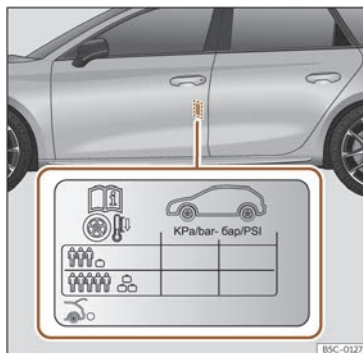

Fig. 227 Ubicació de l'adhesiu de la pressió d'inflament dels pneumàtics.
- Adapteu la pressió dels pneumàtics a la càrrega que porta el vehicle >>> **fig. 227.**
Els valors de la pressió d'inflament s'indiquen a l'etiqueta adhesiva situada a la zona posterior del marc de la porta davantera esquerra >>> **fig. 227.**
La pressió dels pneumàtics s'ha d'adaptar a la càrrega actual del vehicle. Si el vehicle anirà carregat al màxim, heu d'augmentar la pressió d'inflament al valor màxim de càrrega indicat a l'etiqueta adhesiva >>> **fig. 227.**
En el cas d'una roda d'emergència minimitzada (125/70 R16 o 125/70 R18), infleu-la a 4,2 bar de pressió segons s'indica a l'etiqueta de pressió dels pneumàtics >>> **fig. 227.**
- El conductor és responsable que tots els pneumàtics del vehicle estiguin inflats a la pressió correcta. La pressió d'inflament recomanada s'indica en un adhesiu >>> **fig. 227.**
- Amb els pneumàtics en fred, s'ha de mantenir sempre la pressió indicada a l'adhesiu >>> **fig. 227.**